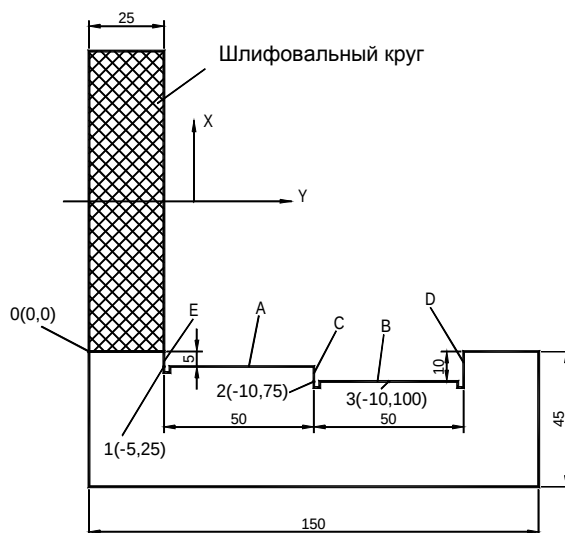

Рис. 1
1. Установите исходное положение в абсолютном режиме (при включенной индикации ALE) на главной исходной точке заготовки, например, Точка О на рис. 1 далее. Установите вспомогательные исходные положения во вспомогательных исходных точках заготовки, например, Точка 1, 2 и 3 на рис. 1. Возможно ввести режим отображения каждого вспомогательного исходного положения (UCS), принимая вспомогательное исходное положение в качестве первоначальных точек, чтобы выполнить обработку, когда это потребуется.
В качестве примера возьмите рис. 1: После включения станка, переместите инструмент станка в центральную точку О на рис. 1, введите абсолютный режим отображения.
Установка всех вспомогательных исходных положений заготовки, показанных на рис. 1, была завершена.
Почему ввод положения координат каждого вспомогательного положения осуществляется в противоположном направлении отображенного значения? Это объясняется следующим образом. В режиме вспомогательного исходного положения (UCS), когда координаты вводятся в абсолютном режиме, отображенные данные будут исходным положением в соответствующей UCS. Это происходит из-за того, что вспомогательное исходное положение берется в качестве исходной точки UCS при относительном режиме отображения. На рис. 1 можно видеть, что Точка О – в отношении к Точке 1 (5, -25), в отношении к Точке 2 (10, -75), и Точки 3 (10, -100). Если оператор вводит координаты вспомогательной исходной точки, отличные от исходного положения в абсолютном режиме, отображенные данные будут положением в отношении к вспомогательной исходной точке в соответствующем UCS.